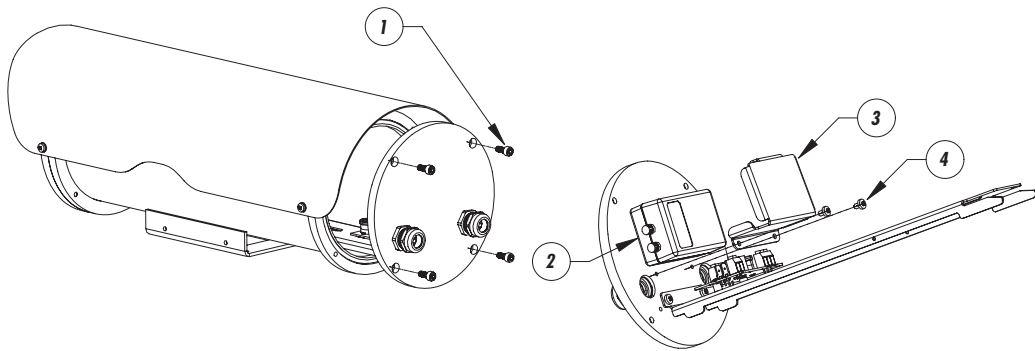

Fig. 1
- Aprire la custodia (Fig. 1) svitando le 4 viti del fondo posteriore (1).
- Ouvrir le caisson (Fig. 1) en desserrant les 4 vis du panneau postérieur (1).
- Open the housing (Fig. 1) by unscrewing the 4 screws on the rear cover plate (1).
- Das Gehäuse (Fig. 1) durch Abnehmen der 4 Schrauben auf der hinteren Abdeckplatte öffnen (1).